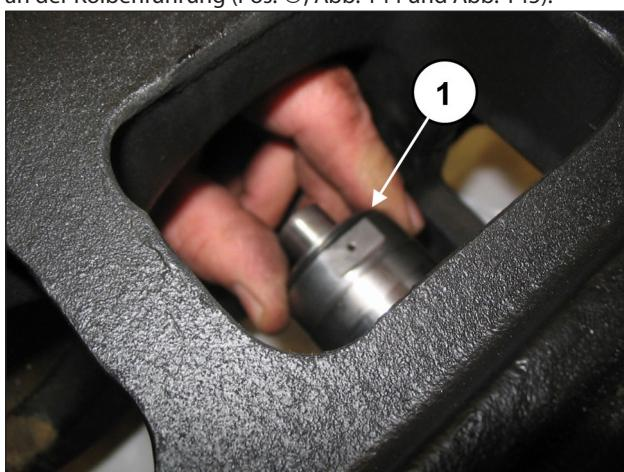
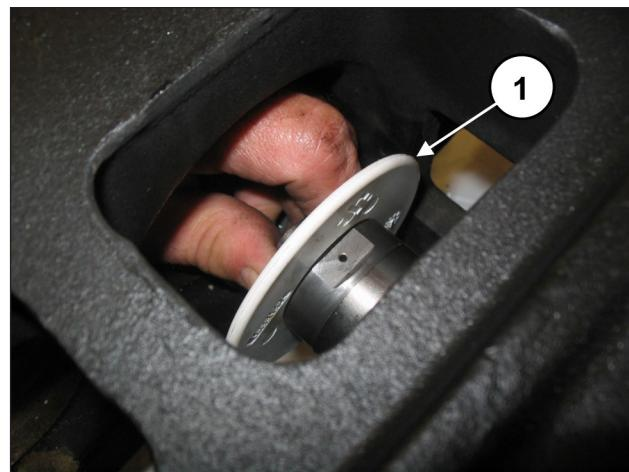

Abb. 144
Abb. 145
Montieren Sie den Spritzschutz samt O-Ring in die Aufnahme an der Kolbenführung (Pos. ①, Abb. 144 und Abb. 145).